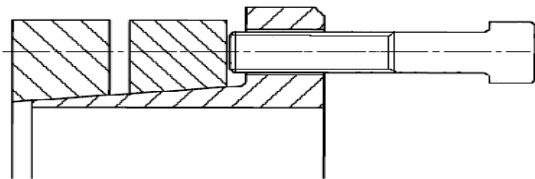

Bild 2
2. Spannschrauben in die Abdrückgewinde der Hülse in mehreren Umläufen Kreuzweise anziehen (siehe Bild 2). Abdruckmoment dabei stufenweise erhöhen, bis die Hülse und der Druckring 1 getrennt sind